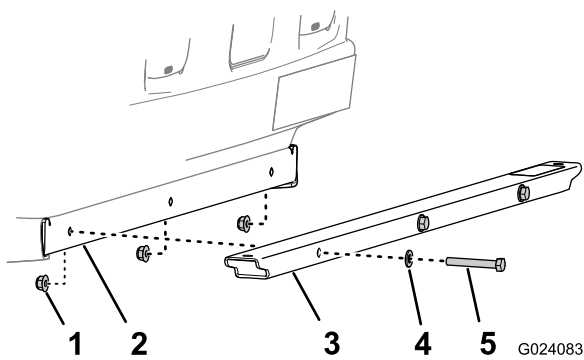

Figura 8
1. Alinee los taladros del soporte de las luces delanteras con los taladros del travesaño delantero del chasis (Figura 8).
- Sujete el soporte de las luces al travesaño con los 3 pernos (5/16" x 2-1/4"), 3 arandelas y 3 contratuercas con arandela prensada (Figura 8).